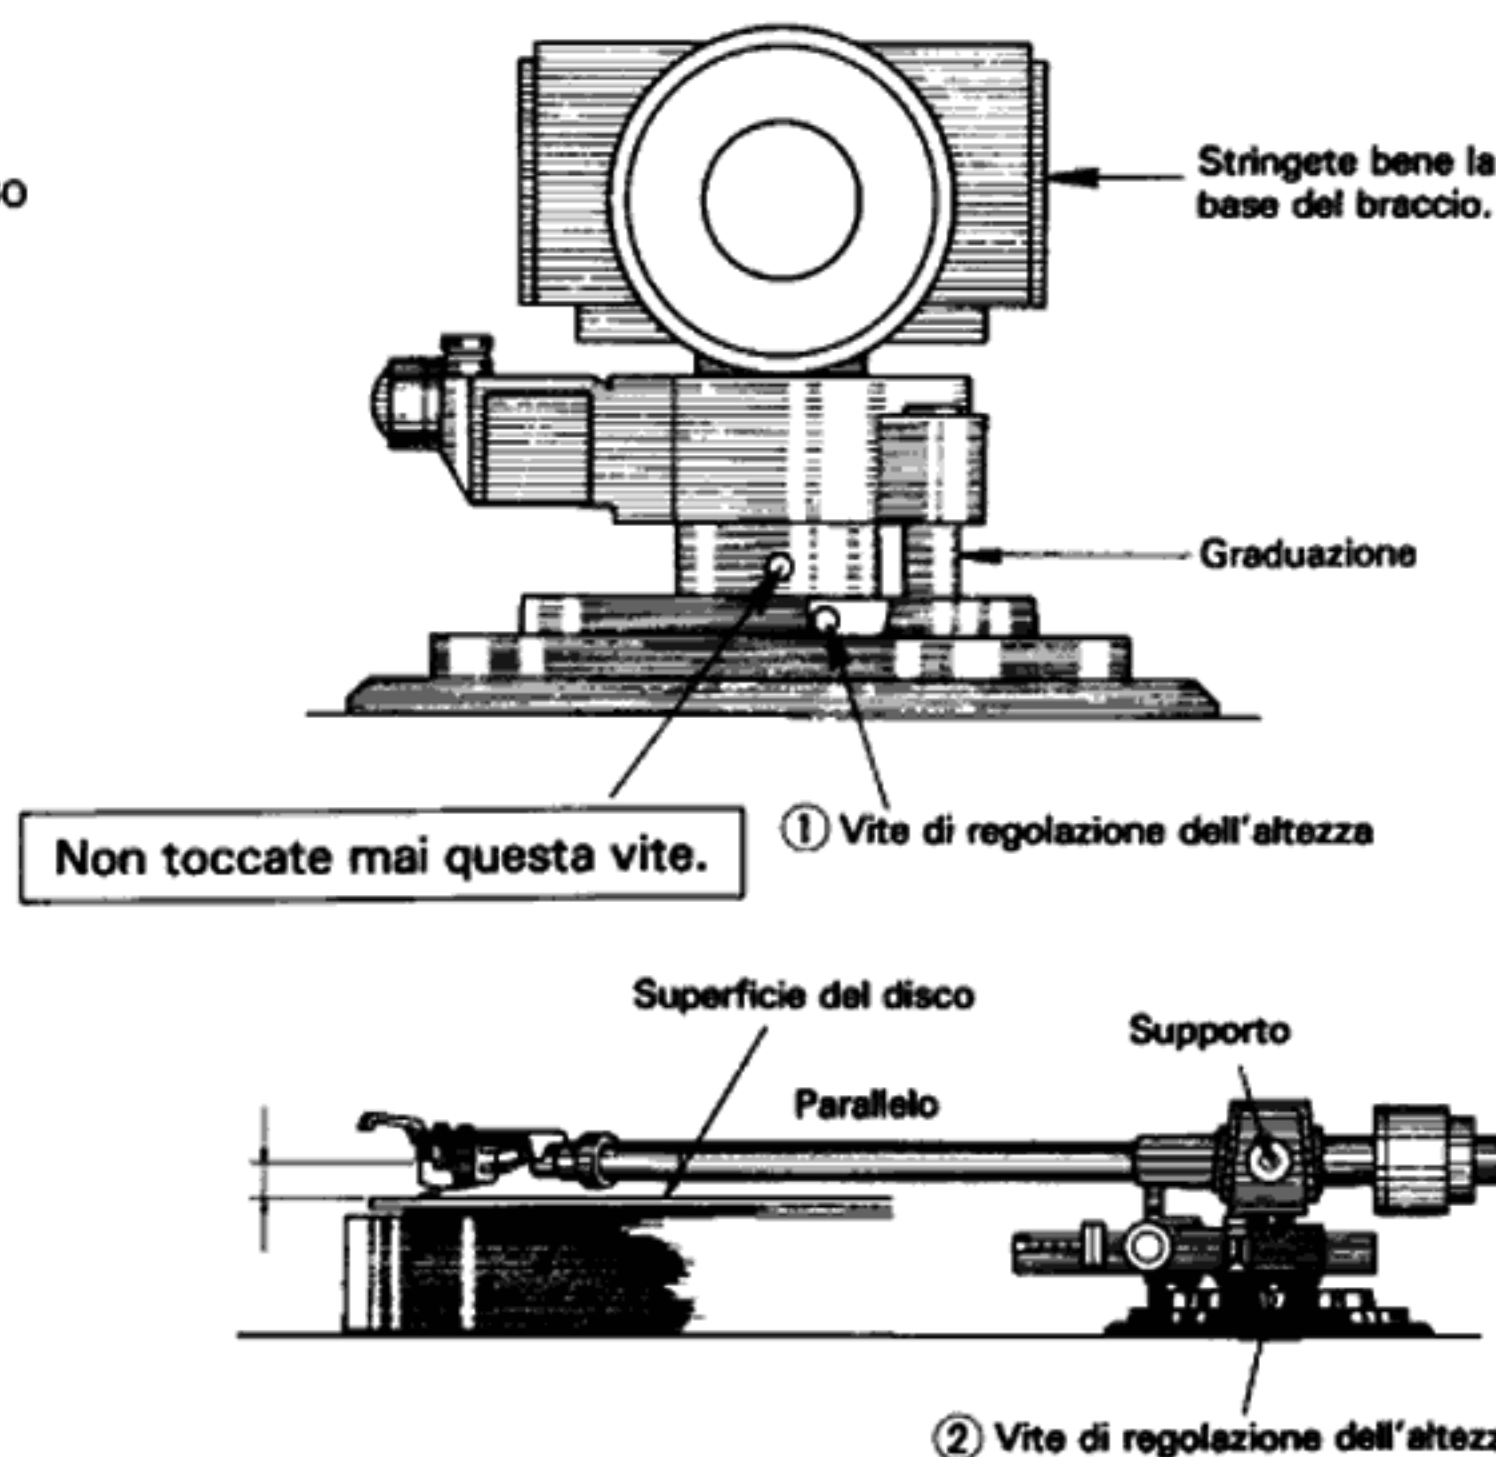

Fig. 16
4. Tenere la base del braccio con la mano sinistra, come mostrato in Fig. 16, e allentare le due viti di regolazione dell'altezza del braccio (1, 2) facendo uso della chiave esagonale in dotazione.